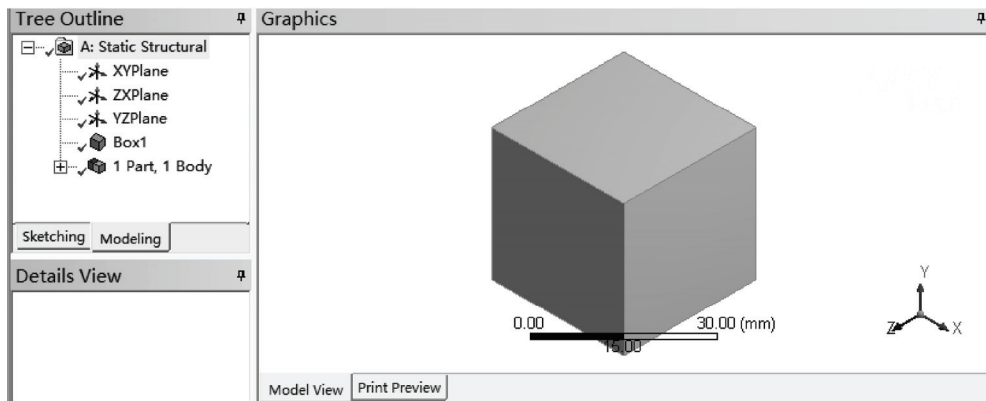

图 19-4 DM 模型
3) 双击项目 A 中的 A2 栏 Geometry, 此时会进入到 DM 界面, 查看模型如图 19-4 所示, 此时如果设计树中显示 ⚡, 表示需要生成模型, 此时进行步骤 4), 否则可直接进入步骤 5)。